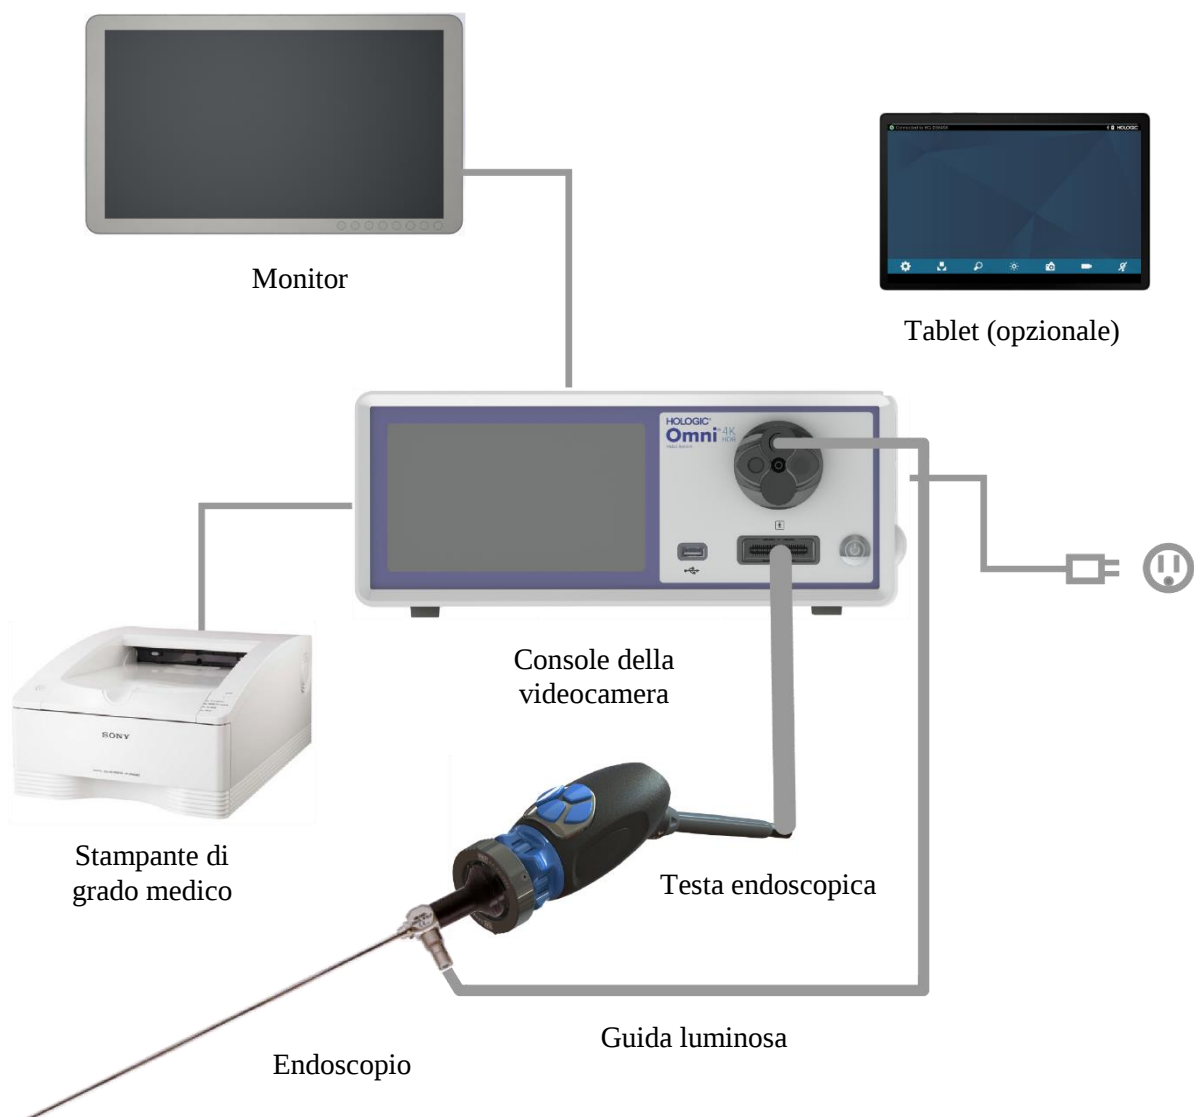

Figura 1 – Illustrazione di installazione/impostazione del sistema
Un'installazione tipica è illustrata in Figura 1 per riferimento.
- Utilizzare la Figura 1 e le etichette del pannello posteriore come guida per collegare altre apparecchiature compatibili, se lo si desidera.